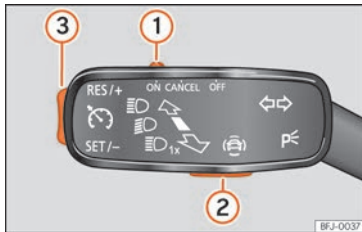

Abb. 255 Links von der Lenksäule: Hebel und Tasten zur Bedienung des Geschwindigkeitsbegrenzers.
Wenn Sie den Geschwindigkeitsbegrenzer – beispielsweise zum Überholen – vorübergehend deaktivieren möchten, bringen Sie den Schalter »» Abb. 255 ① des Blinkerhebels in die Stellung **CANCEL** oder bringen Sie den dritten Hebel zum Druckpunkt **CANCEL** oder drücken Sie die Taste ② eines der beiden Hebel.